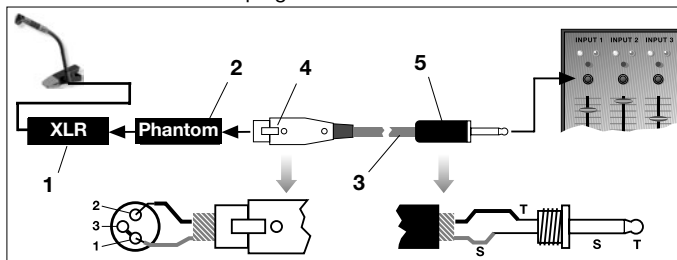

Fig. 2: Conexão a uma entrada não balanceada
- Veja fig. 2.
1. Solde em ponte os pinos 1 e 3 no conector XLR (4) e conecte à malha do cabo.
2. Conecte o núcleo do cabo com o pino 2 do conector XLR (4) e com a ponta do plug banana (5).